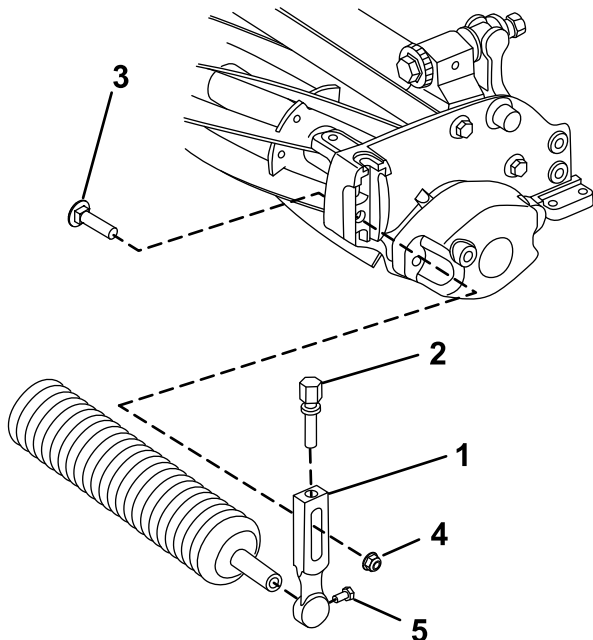

Figura 3
1. Togliete il bullone della lama e il dado di bloccaggio flangiato che fissano uno dei bracci dell'altezza di taglio alla piastra laterale dell'apparato di taglio (Figura 3).
3. Fate scorrere l'albero del rullo nel braccio dell'altezza di taglio sull'estremità opposta dell'apparato di taglio (Figura 3).
4. Fate scorrere il braccio dell'altezza di taglio sull'albero del rullo (Figura 3).
5. Fissate il rullo sull'apparato di taglio, senza serrare, con il braccio dell'altezza di taglio e i fermi tolti in precedenza (Figura 3).
7. Serrate le viti per il montaggio del rullo (Figura 3).
2. Allentate le viti per il montaggio del rullo nei bracci dell'altezza di taglio (Figura 3).